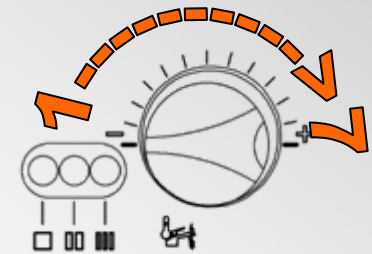

Рис.2
5. В соответствии с моделью котла и указаниям инструкции, изложенной на слайде №43, установите различные параметры, поворачивая переключатель ГВС (индикатор блокировки начнет мигать быстрее) (Рис. 2)